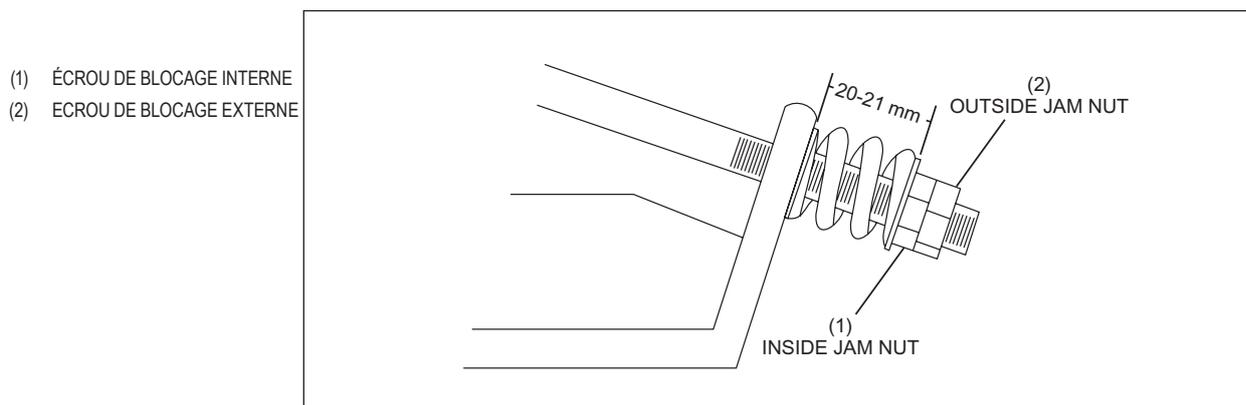

Figure 5-3. Tension de bande de transport à l'aide des ressorts de compression.
- a. Resserrez l'écrou de blocage intérieur jusqu'à ce que l'écartement du ressort de compression soit de 20 à 21 mm. Voir *Figure 5-3*.
- c. Si la bande se déplace vers la gauche, resserrez l'écrou de blocage interne du côté gauche d'un demi-tour et relâchez l'écrou de blocage interne du côté droit d'un demi-tour. Reportez-vous à la *Figure 5-3*. Si la bande se déplace vers la droite, resserrez l'écrou de blocage interne du côté droit d'un demi-tour et relâchez l'écrou de blocage interne du côté gauche d'un demi-tour.
- (1) BOULON FILETÉ DE TENSION
- (2) ECROU DE BLOCAGE DE SUPPORT
- (3) ECROU DE BLOCAGE INTERNE
- (4) ECROU DE BLOCAGE EXTERNE